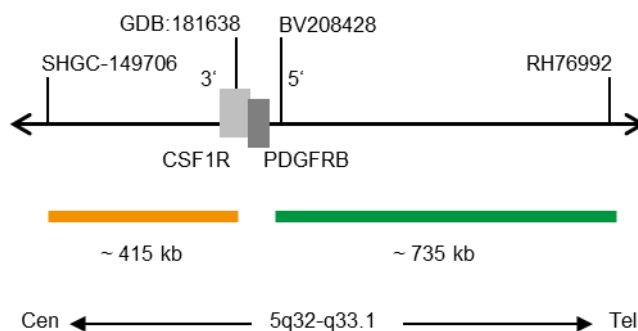

Fig. 1 : Carte de la sonde SPEC PDGFRB (pas à l'échelle)
- Polynucléotides marqués au ZyGreen (excitation 503 nm/émission 528 nm) (~10 ng/μl), qui ciblent une séquence de 5q32-q33.1* (chr5:149,548,518-150,285,722) distale de la région des points de rupture de PDGFRB (voir figure 1).
- Polynucléotides marqués au ZyOrange (excitation 547 nm/émission 572 nm) (~4,5 ng/μl), qui ciblent une séquence de 5q32* (chr5:149,058,515-149,471,369) proximale de la région des points de rupture de PDGFRB (voir figure 1).